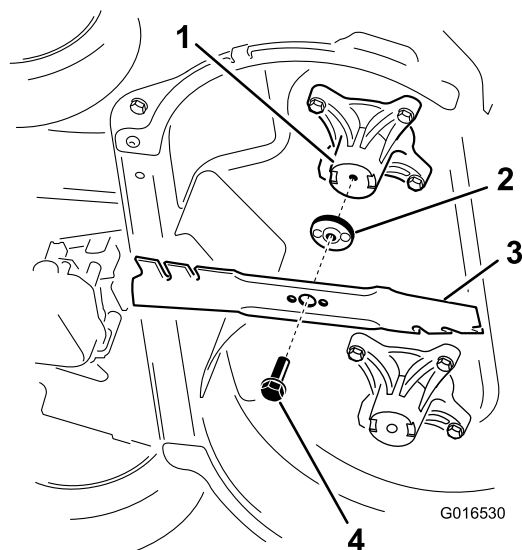

Figura 36
2. Retire cada cuchilla, como se muestra en la Figura 36.
1. Instale la primera cuchilla en posición horizontal, junto con todos los herrajes de montaje, como se muestra en la Figura 36.